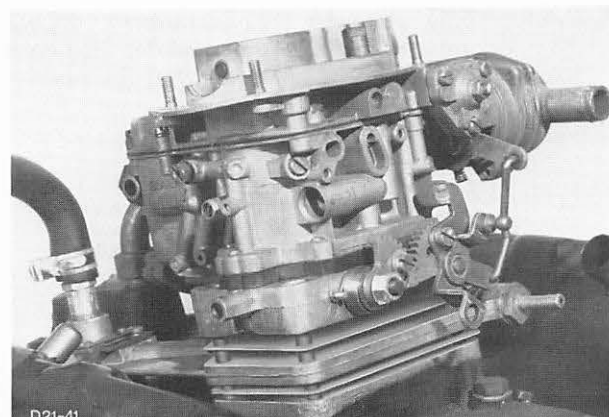

Abb. 205 Vergaser mit Zwischenflansch abbauen
5. Heißwasserschläuche von Startautomatik trennen. Unterdruckleitung vom Vergaser abziehen und Vergaser mit Zwischenflansch von Ansaugkopf abbauen, Abb. 205.